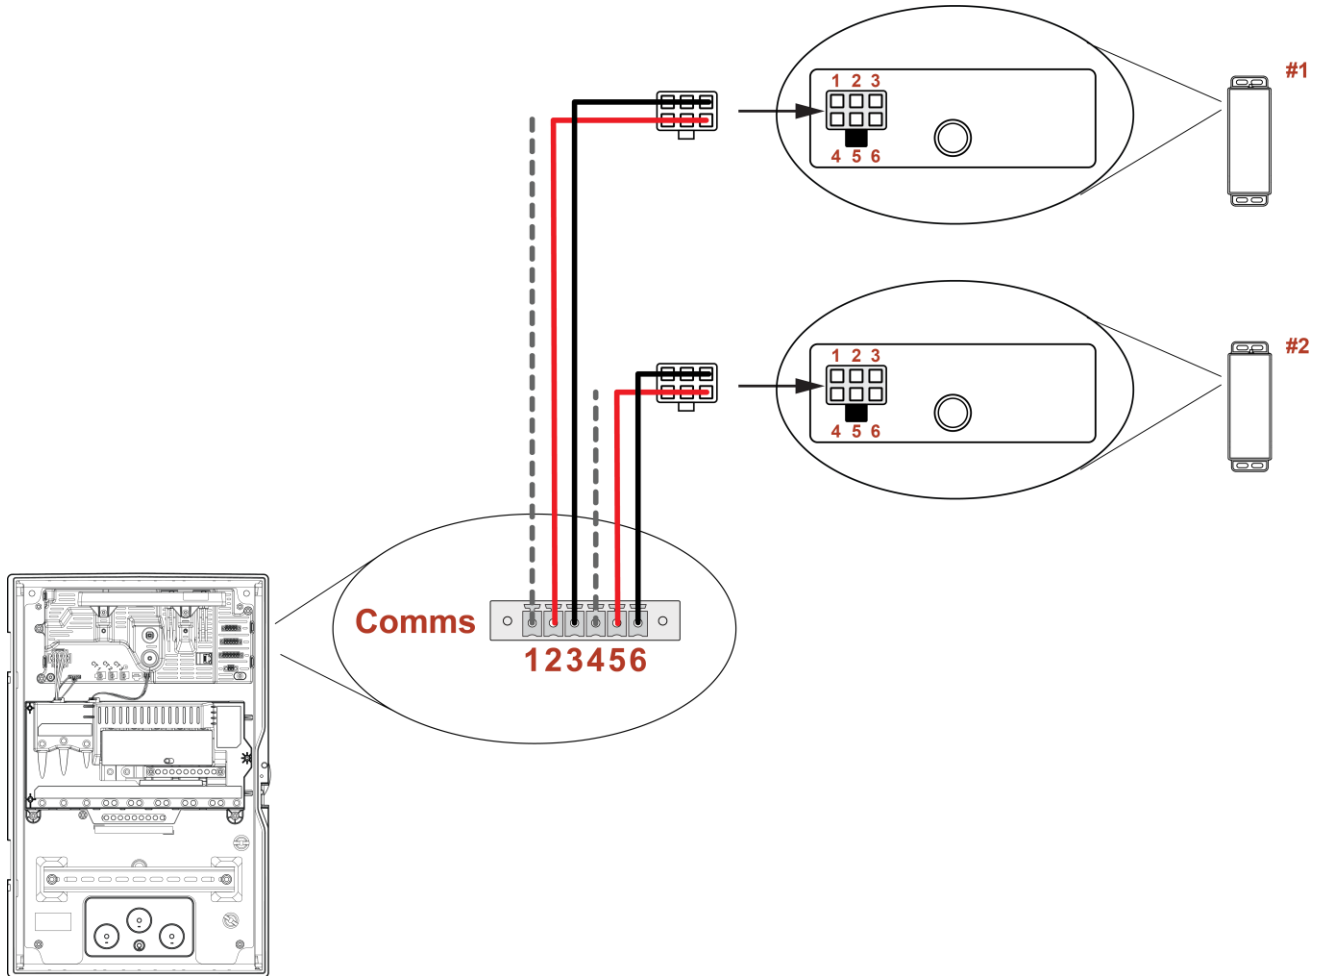

Abbildung 21: Verkabelung der Zählerkommunikation
2. Die Kabel an die Anschlüsse für die Backup Gateway-Zähler-Kommunikation entsprechend der folgenden Tabelle und dem Diagramm (Abbildung 21) anschließen.